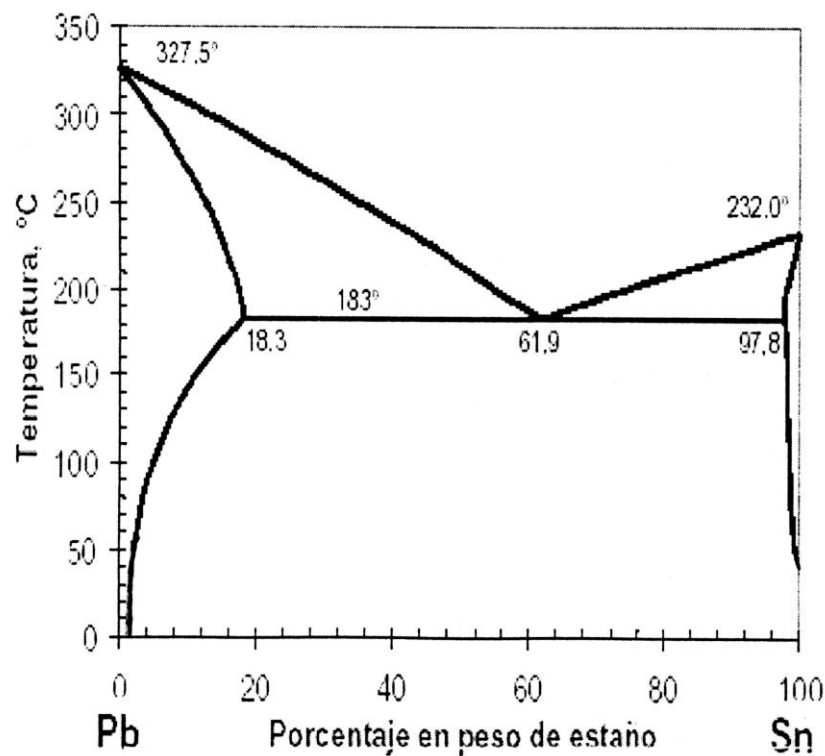

Figura 2
5. Un contratista tiene la especificación para soldar las secciones de una tubería de cobre para agua. La recomendación es 50% Pb y 50% de Sb, pero sospecha que se puede emplear 50% de Pb y 50% de Sn. Mirando los diagramas, figura 2 y figura 5, calcular: